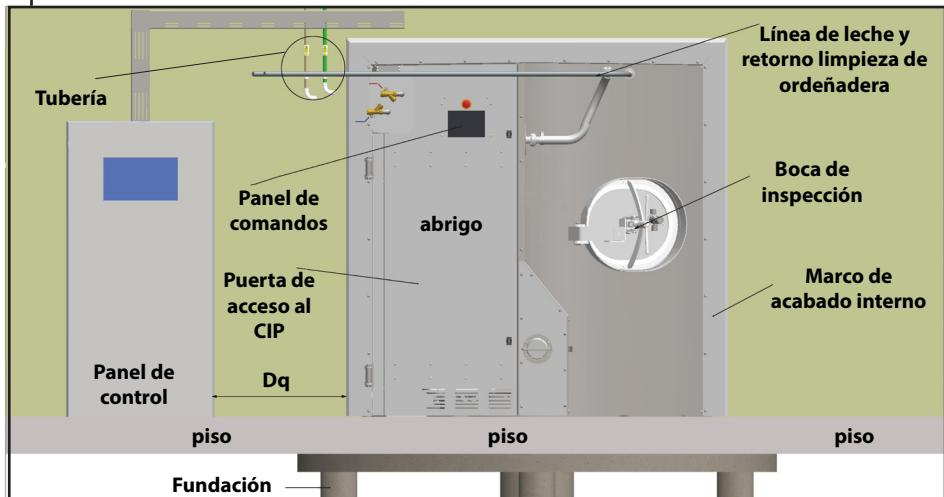

Fig. 1.2 – visión general lado interno de la instalación
- El panel de control puede ser instalado tanto del lado izquierdo como del lado derecho del abrigo y la distancia "Dq" no deberá超pasar 2,5 metros, conforme Fig.1.2